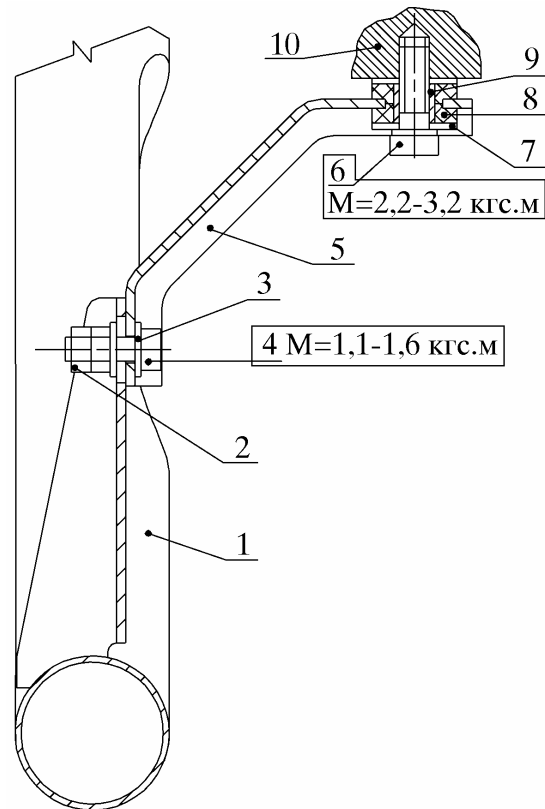

Рис. 4. Крепление трубы приёмной к картеру КПП:
3) гайку 4 (рис. 4) крепления трубы 1 приёмной к кронштейну 5 затянуть с моментом от 11 до 16 Н.м (1,1 - 1,6 кгс.м)